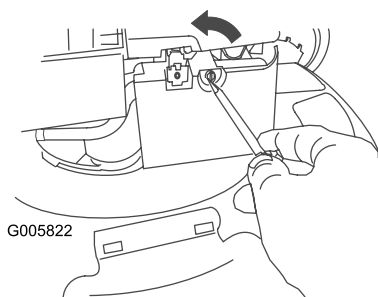

Figura 28
1. Utilice un destornillador para abrir la tapa del filtro de aire (Figura 28).